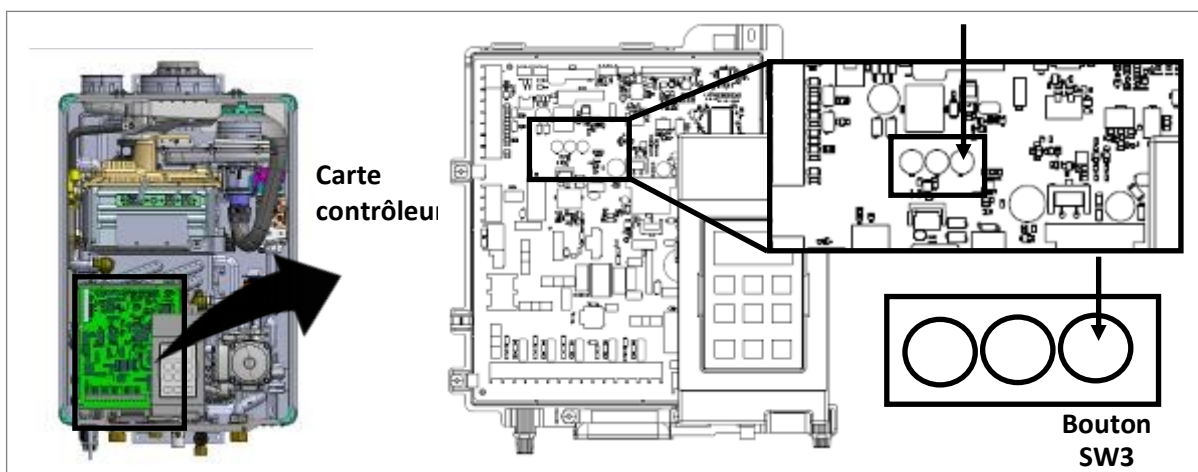
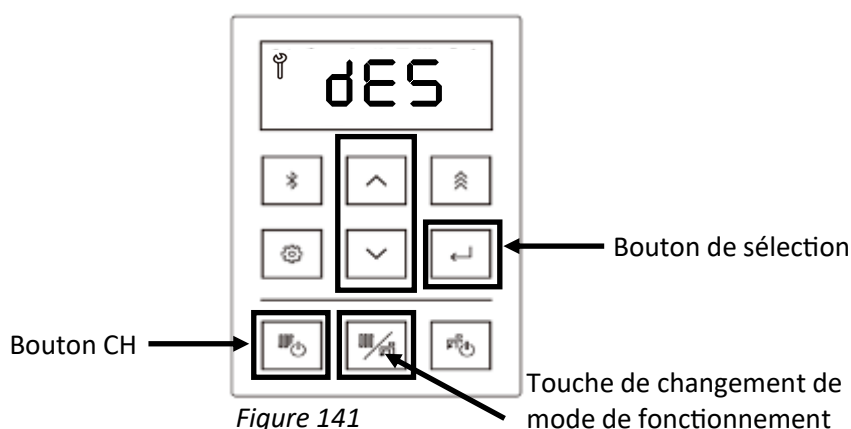

Figure 140
Figure 141
4. Appuyer sur le bouton SW3 de la carte contrôleur (figure 140).
5. Appuyer sur la touche fléchée haut ou bas du contrôleur pour sélectionner dES (détartrage) (figure 141).
6. Appuyer sur la touche de sélection pour sélectionner dES (figure 141).
7. S'assurer que les vannes et les tuyaux sont placés comme indiqué en page précédente. Ensuite, actionner la pompe et laisser le produit de nettoyage circuler dans la chaudière pendant au moins une (1) heure à un débit de 4 gallons/minute (15 litres par minute).
8. Appuyer sur la touche CH (chauffage central) pour démarrer le compte à rebours (figure 141).
Remarque: Pour annuler cette procédure, appuyer sur la touche Changement de mode de fonctionnement du contrôleur (figure 141), ou sur le bouton SW3 de la carte contrôleur (figure 140).